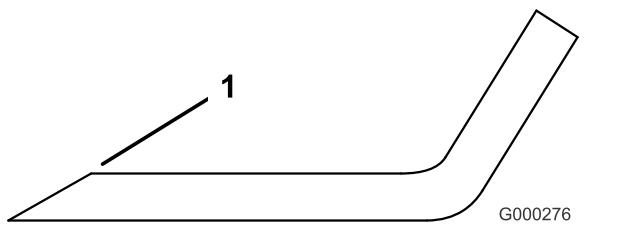

Figura 31
- Inspeccione los filos de corte de todas las cuchillas, y afílelos si están romos o tienen mellas (Figura 31).
Nota: Afile únicamente la parte superior del filo y mantenga el ángulo de corte original para asegurar un filo correcto (Figura 31). La cuchilla permanece equilibrada si se retira la misma cantidad de material de ambos filos de corte.